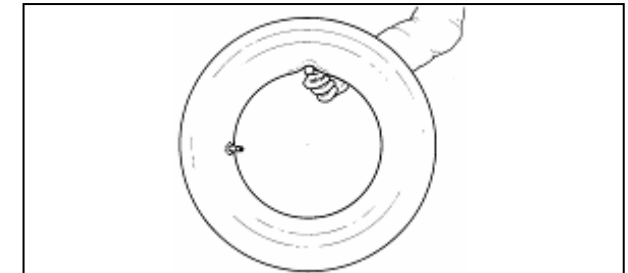

Fig. 21
C. Inflate the tube slightly: if held with the index finger it should bend a little (Fig.21).
C. Gonfler un peu la chambre à air: si on la soutient de l'index elle doit se plier un peu (Fig.21).